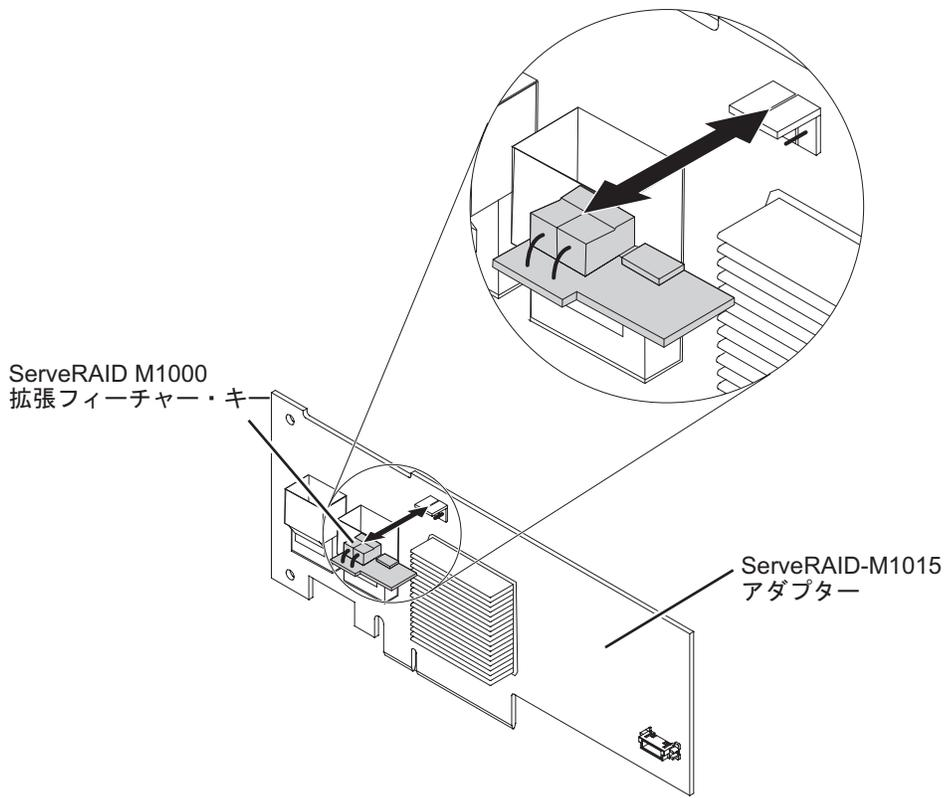
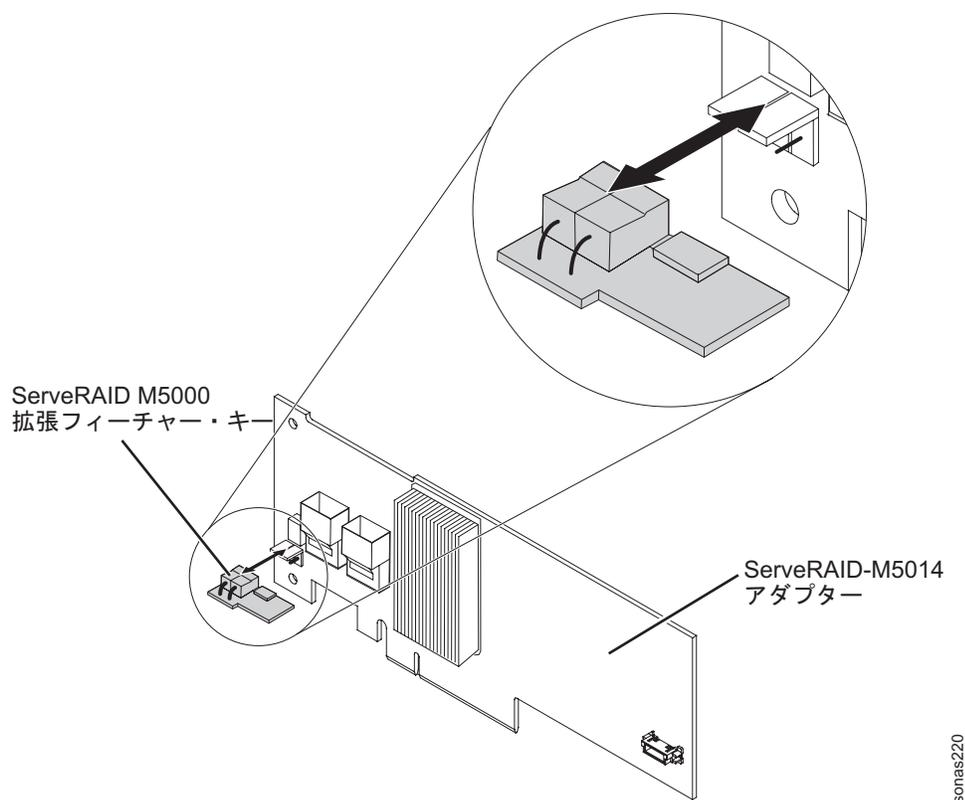

図 28. ServeRAID M1000 拡張フィーチャー・キーおよび M1015 アダプター
図 29. ServeRAID M5000 拡張フィーチャー・キーおよび M5014 アダプター
4. フィーチャー・キーをつかんで持ち上げ、ServeRAID アダプターのコネクタから取り外します。154 ページの図 28 および 155 ページの図 29 を参照してください。